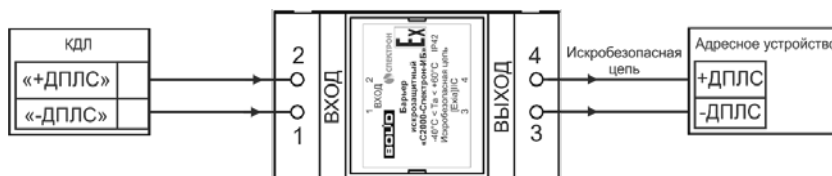

Рисунок 2
- Произвести подключение проводов в соответствии со схемой подключения рис. 2.